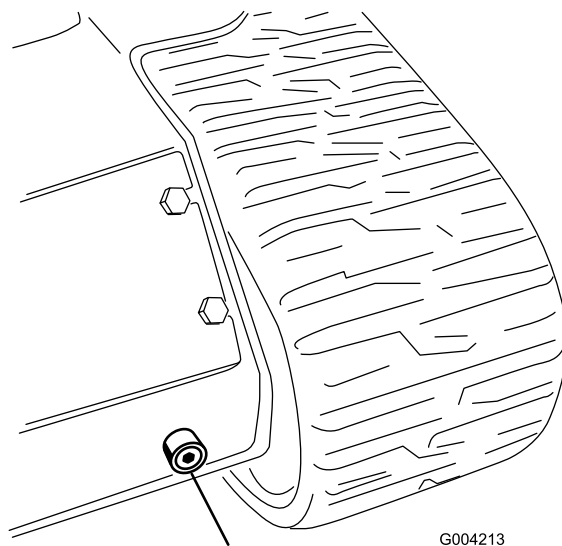

Figura 61
6. Coloque un recipiente grande (con capacidad para 56 litros [15 galones US]) debajo del tapón de vaciado situado en la parte delantera de la unidad de tracción (Figura 61).
7. Retire el tapón de vaciado y deje fluir el aceite al recipiente (Figura 61).
Verifique si el perno de seguridad (Figura 61) presenta desgastes, grietas o daños todos los días después de aproximadamente 8 horas de operación. Cámbielo si está dañado.